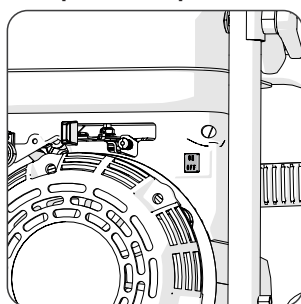

Fig. 4
- Tournez l'interrupteur de l'allumage du moteur sur la position 'OFF'. (Fig. 4)